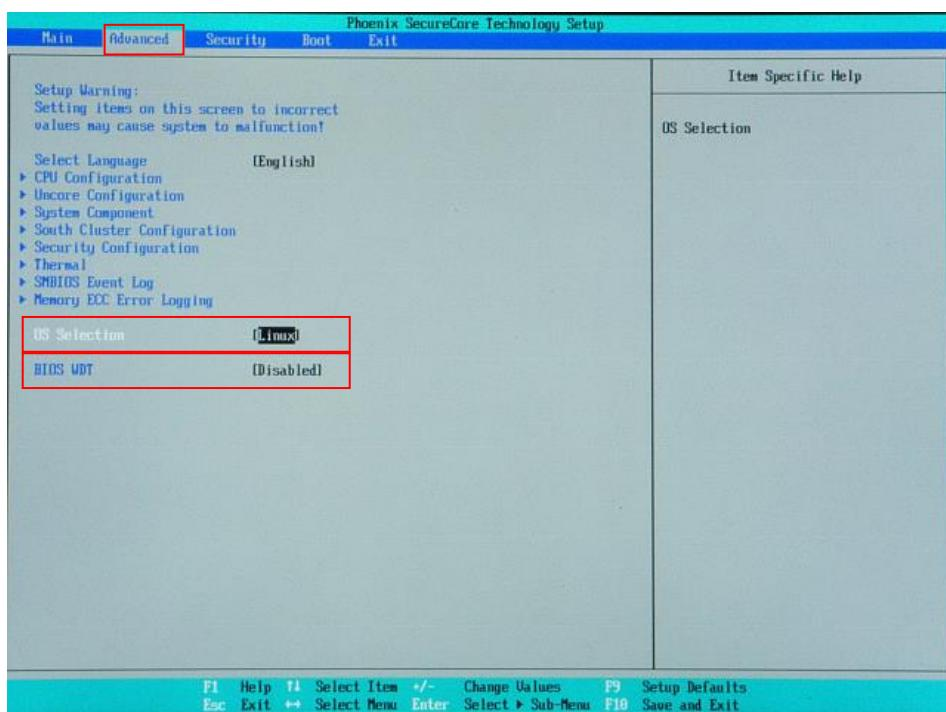

図 5-1-2-1. BIOS 設定 Advanced メニュー
- ⑦ [Boot] メニューを選択します。(図 5-1-2-2)
- ⑧ [USB HDD] (リカバリ USB)を[ATA HDD0] (m-SATA メインストレージ)よりも上に設定します。